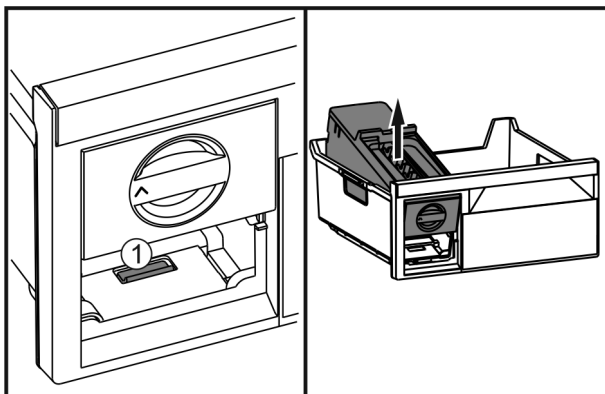

Fig. 40
- ▶ Wcisnąć nakładkę Fig. 40 (1), EasyTwist-Ice zdjąć od tyłu i wyjąć z szuflady zamrażalnika.